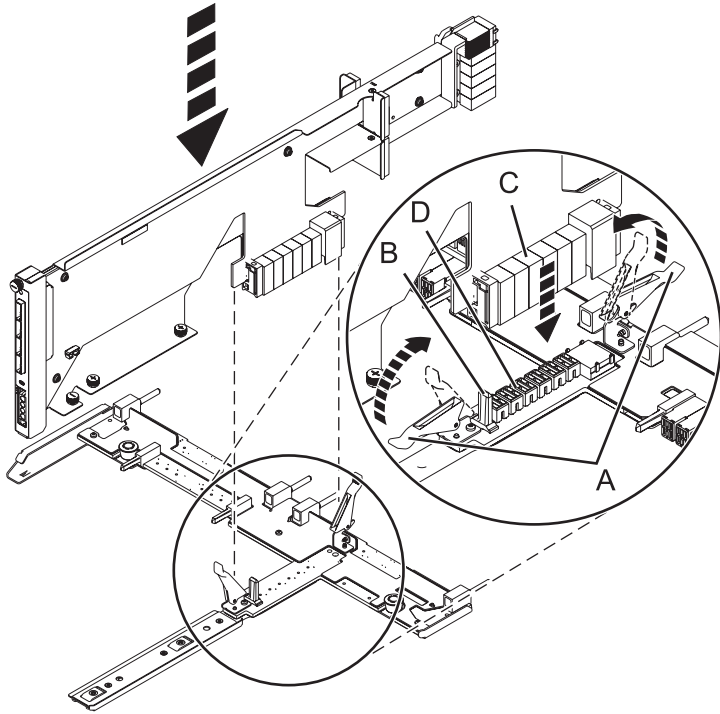

Figure 55. Installation de la carte d'extension SAS dans le fond de panier central
- a. Placez le connecteur de la carte (C) sur le raccord du fond de panier central (D) en vous aidant du guide (B) pour assurer un raccordement adéquat.
- b. Relevez le levier (A) pour insérer et fixer la carte d'extension SAS dans le fond de panier central, comme indiqué dans la figure 55, à la page 75.